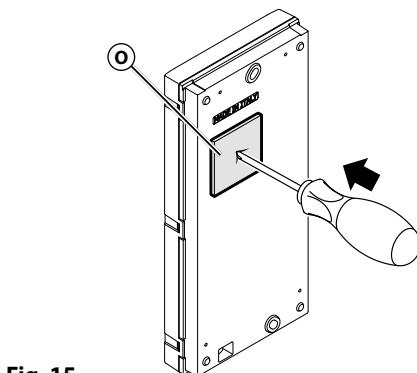
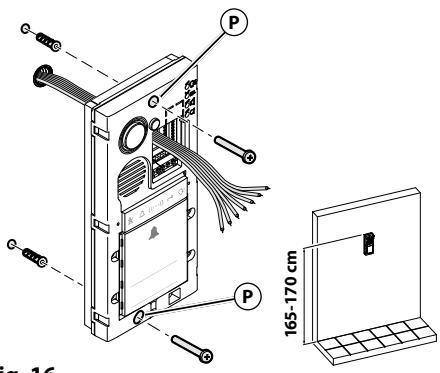

Fig. 15
Fig. 16
2. Con un cacciavite praticare un foro al centro della guarnizione (O) del foro passaggio cavi posizionata sul lato posteriore (**Fig. 15**).
3. Passare i cavi attraverso il foro (O) e segnare i fori di fissaggio (P), praticare i fori e fissare il dispositivo con i tasselli in dotazione
**La distanza tra la parte superiore del dispositivo e il pavimento deve essere di circa 165-170 cm. (Fig. 16).**